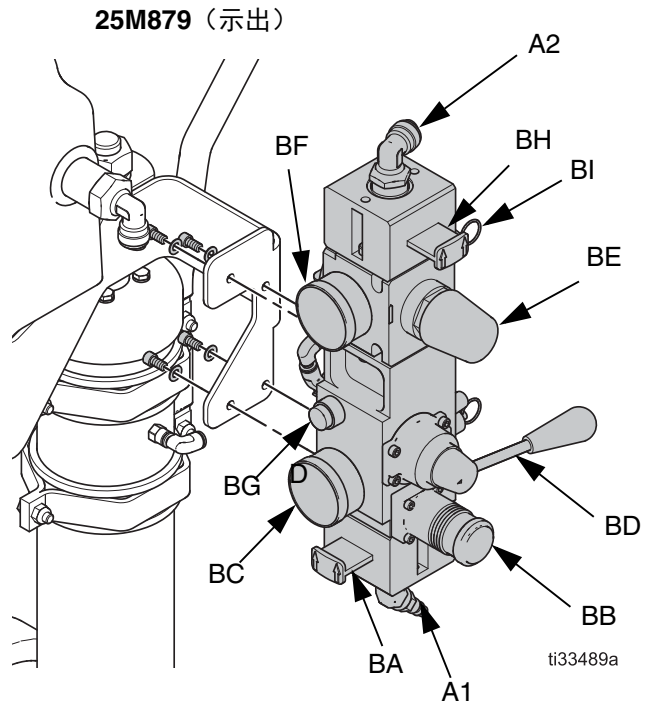

图 1
1. 利用 4 个螺丝和垫片将集成空气控制器固定到安装支架上。参见图 1。